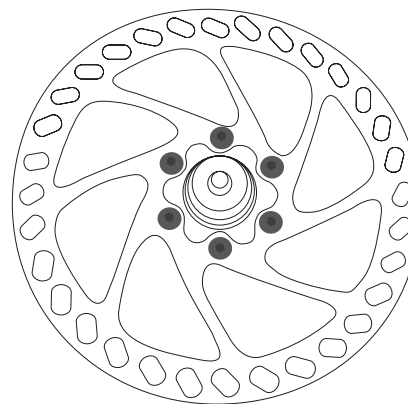
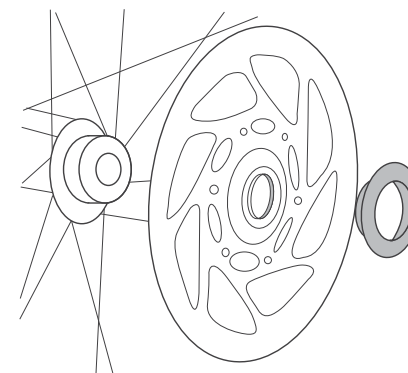

Figure 3. Boulons de disque
Figure 4. Contre-écrou central
Pour les roues équipées de freins à disque, vérifiez que le disque de frein (Figure 3 ou Figure 4) est correctement serré :
- Serrez les boulons des disques (Figure 3) à un couple de 5 à 6,2 N.m.
- Serrez le contre-écrou central (Figure 4) à un couple de 40,2 N.m.